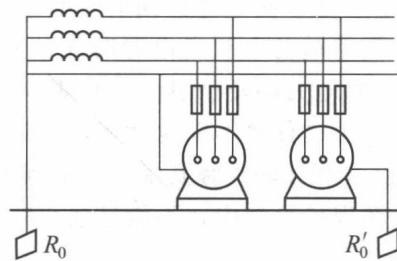

图 1-12 不正确的接地接零保护
① 同一电源上的电器设备不可一部分设备接零，另一部分接地。因为当接地的电气设备绝缘损坏而碰壳时，可能由于大地的电阻较大使保护开关或保护熔丝不能动作，于是电源中性点电位升高（等于接地短路电流乘以中点接地电阻），以至于使所有的接零电气设备都带电（图 1-12），反而增加了触电危险性。
② 接地装置的安装要严格按照国家有关规定，安装完毕必须进行严格测定接地电阻，